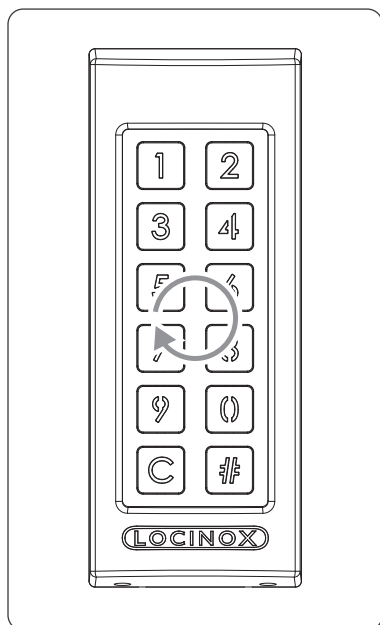

Figure 5.1 - Séquence d'attente lumineuse
- Après mise sous tension, l'appareil exécute la séquence d'attente lumineuse (voir la figure 5.1). Après quelques secondes, la touche [1] se met à clignoter sur le clavier et la touche [#] reste allumée en continu. Sur le SwitchStone-STD, tous les témoins clignotent sauf le témoin d'alimentation.